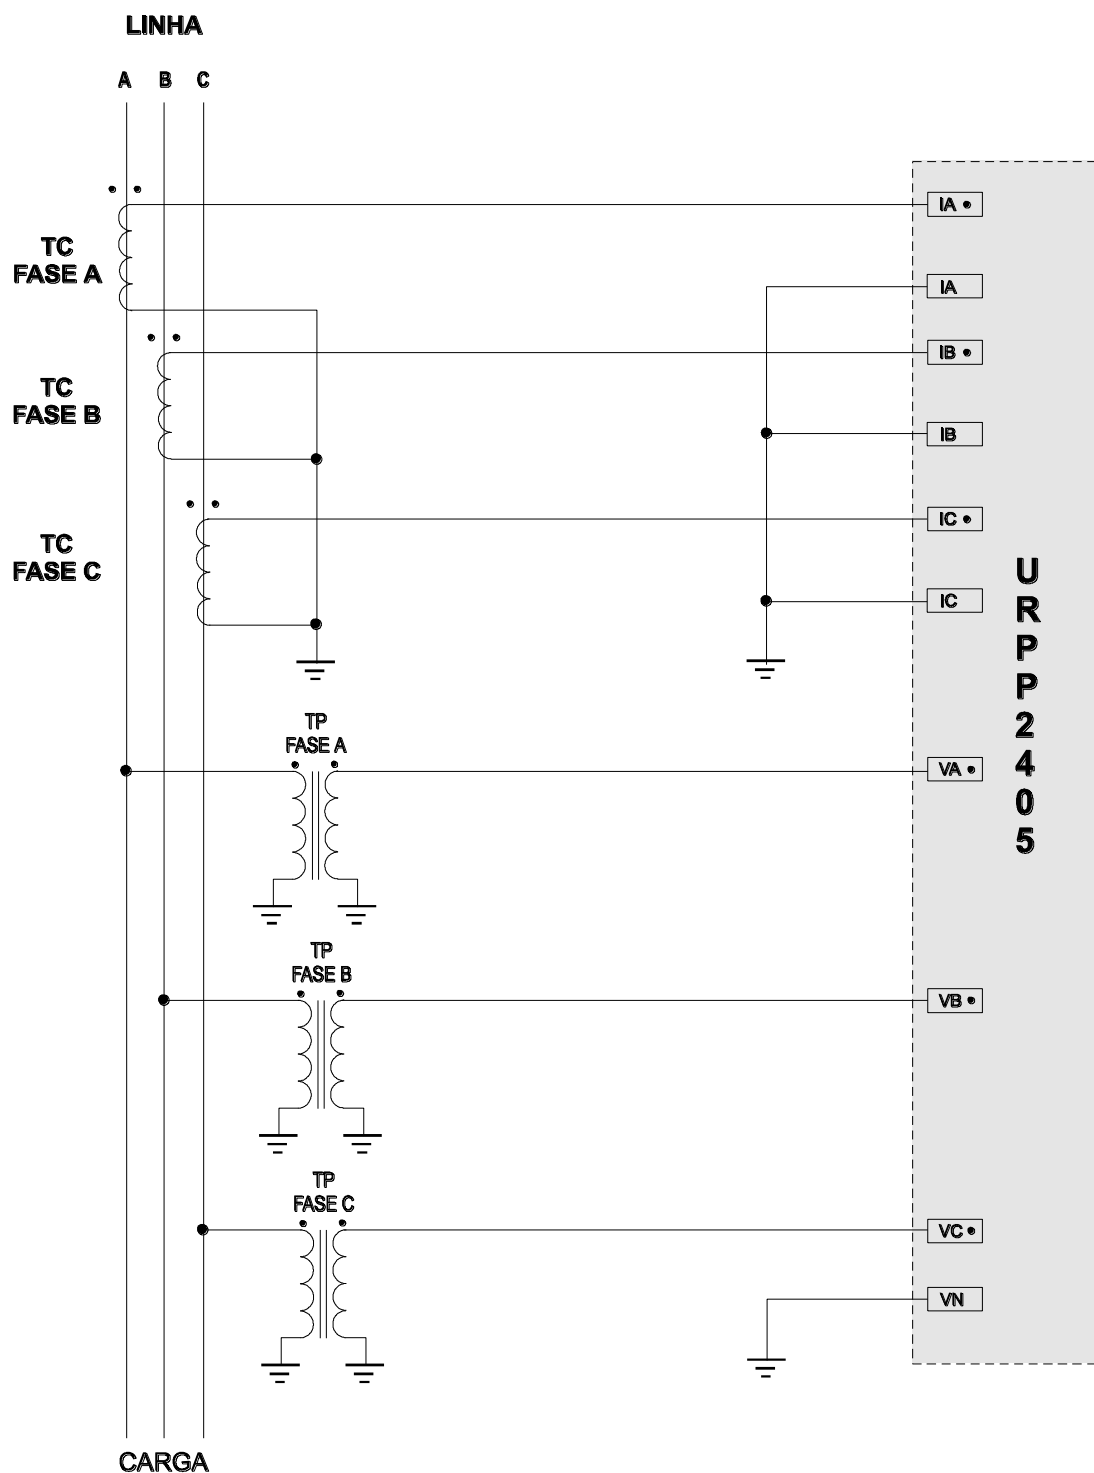

Figura 3: Esquema de ligação para o relé direcional de potência.
A conexão das entradas de tensão do **URPP 2405** com a instalação elétrica é realizada com o secundário do transformador de potencial (TP) fechado em estrela _ **Y** (vide figura 3).